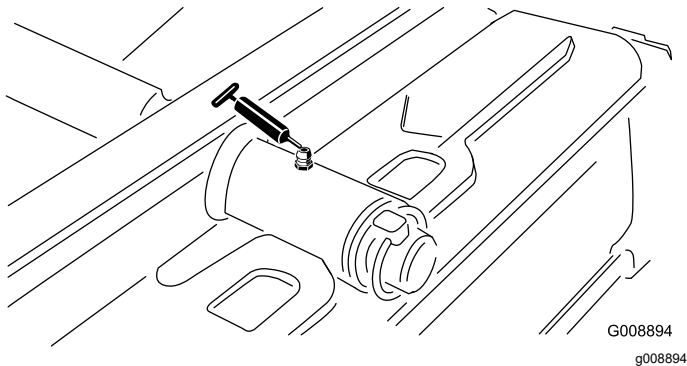

Figure 31
- Pivot de plateau de coupe arrière (Figure 31)